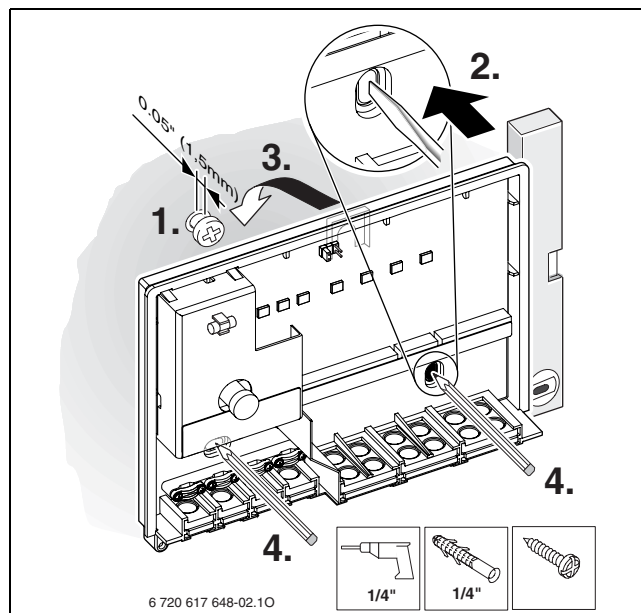

Fig. 19 Vis de fixation supérieure
- ▶ Pour la vis de fixation supérieure, percer un trou d'un \varnothing 1/4" de 6 mm, insérer la cheville et enfoncer la vis de 0.05" (1,5 mm) (→ Fig. 19).